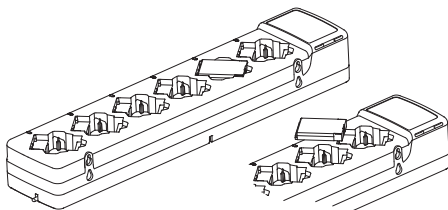

Figure 2: Charger une batterie autonome
4. Pour charger une batterie autonome, insérez la batterie dans le compartiment du chargeur comme suit (Voir Figure 2) :